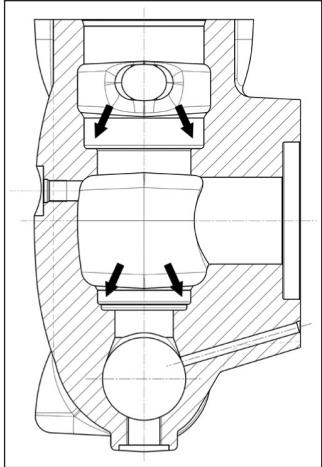

Рис. 98
Перед тем как устанавливать клапанные узлы обратно на место, хорошо очистите и высушите соответствующие гнезда в торце, обозначенные стрелками (поз. ①, Рис. 98).